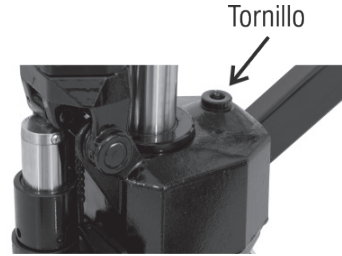

Fig. 1 – Mantenimiento - aceite
- p. Para el correcto funcionamiento del equipo, utilice en la bomba solamente aceite hidráulico viscosidad ISO VG 32 (aproximadamente 250 ml). Verificar periódicamente el nivel de aceite de la bomba y en caso de necesidad completar el volumen. También recomendamos sustituir totalmente el aceite de la bomba a cada 12 meses y en caso de necesidad sustituir también los sellos y demás repuestos. Para completar o sustituir el aceite, remover el tornillo de la bomba, completar el volumen de aceite y recolocar el tornillo, conforme fig. 1.